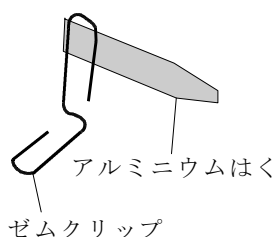

図2 端子
- 2 ゼムクリップを2個、それぞれの小さい方の輪がゼムクリップの面に対して垂直なるように立てる（図2）。
- 3 長さ5 cm×幅2 cmの2枚のアルミニウムはくをそれぞれ折り、長さ5 cm×幅1 cmとし、先端を切って細くする（図2）。
- 4 方法2のゼムクリップの大きな輪に方法3のアルミニウムはくをセロハンテープで貼り付け、端子とする（図2）。